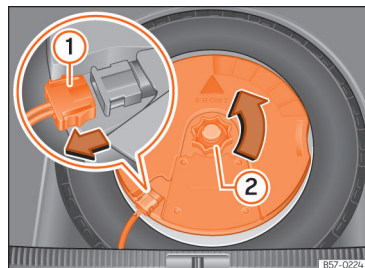

Fig. 237 Na bagageira: desmontar o subwoofer.
- Desligue o cabo do altifalante subwoofer »» Fig. 237 ①.
- Rode a rodinha de fixação no sentido contrário ao dos ponteiros do relógio »» Fig. 237 ②.